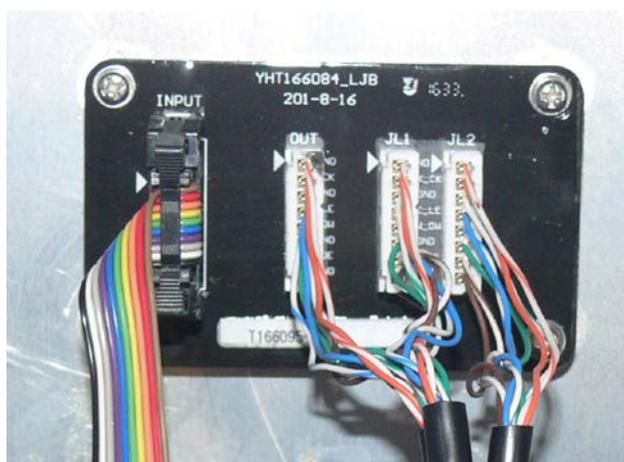

Рис.4. Узел коммутации светодиодной матрицы YHT166084_LJB
1.4.3 Узел коммутации светодиодной матрицы YHT166084_LJB (см. рис.4) обеспечивает подключение контроллера YHT-SYS-STM32-05 к узлу матрицы (24x16 светодиодов), на котором отображается с необходимой яркостью число – значение ограничения скорости (2 или 3 цифры). Узел матрицы